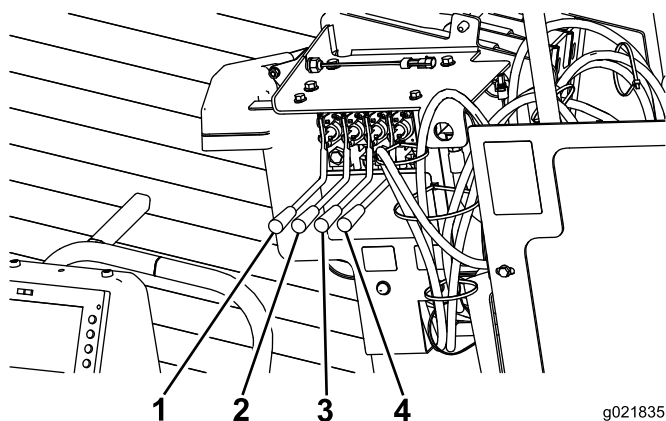

Рисунок 82
11. Нажмите два рычага правых стоек для опускания правых стоек с вращением шнеков до полного погружения в грунт (Рисунок 82).